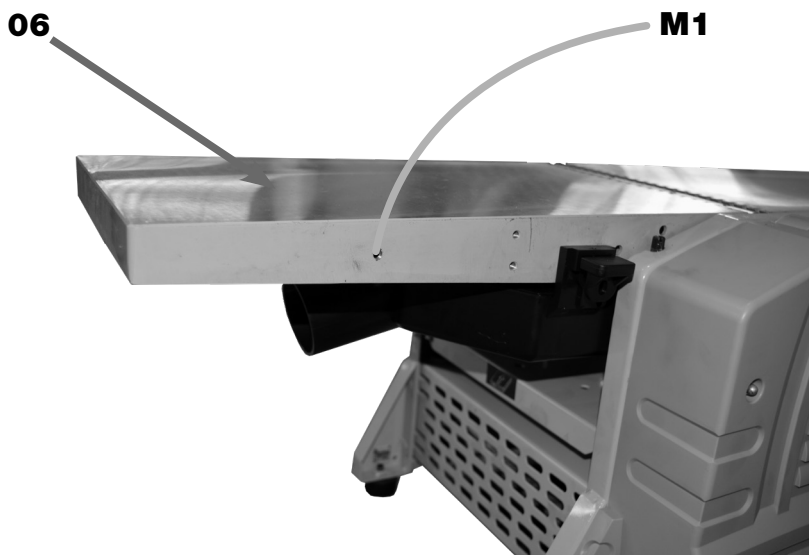

FIGURA 18 – Furos da Mesa
4. FIXAR o Manípulo de Fixação do Braço Giratório (20) no Furo **M1** da Mesa (06) (figura 18, 19 e 20);